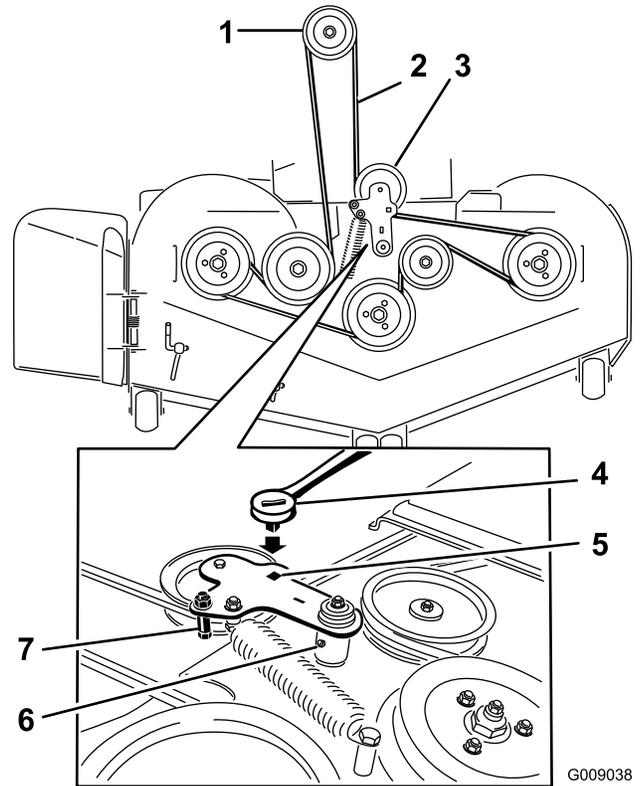

Figura 96
6. Gire cuidadosamente el brazo tensor de la carcasa en el sentido de las agujas del reloj y retire la correa del cortacésped (Figura 96).
5. Levante la chapa de suelo e introduzca una llave dinamométrica en el taladro cuadrado del brazo tensor de la carcasa (Figura 96).